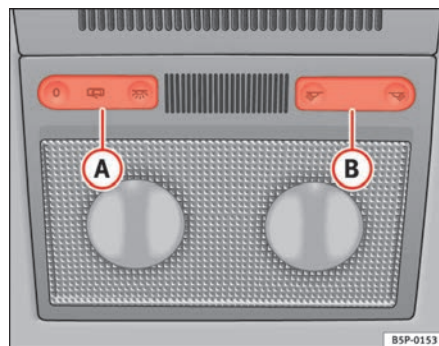

Fig. 79 Rivestimento interno del tetto: luci interne anteriori
Con l'interruttore (A) ⇒ fig. 79 si possono selezionare tre diverse modalità:
Premere il pulsante fino alla posizione 0 ⇒ fig. 79.